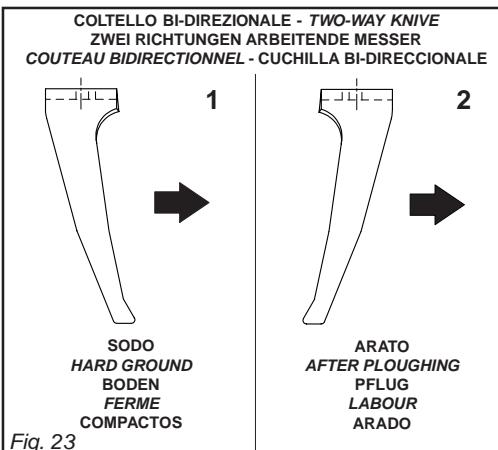

Fig. 23
**In rotazione normale** per ottimizzare la lavorazione sul sodo (1 Fig. 23).
**In senso inverso** per la lavorazione dopo l'aratura (2 Fig. 23).
*Turning normally for a good job on hard ground (1 Fig. 23).*
*Turning in reverse to work the soil after ploughing (2 Fig. 23).*
*Man kann daher in einer Richtung arbeitende Schnellkupplungsmesser montieren, die auf allen Geländetypen geeignet sind, auch auf festem Boden, oder in zwei Richtungen arbeitende Messer. Bei normaler Drehung zum Optimierung der Arbeit auf festem Boden (1 Abb. 23). Bei umgekehrter Drehung zum Arbeiten mit dem Pflug (2 Abb. 23).*
*Con rotación normal para optimizar el laboreo sobre terreno compacto (1 Fig. 23).*
*Con rotación inversa para el laboreo con arado (2 Fig. 23).*
*En rotation normale pour optimiser les travaux sur sol ferme (1 Fig. 23).*
*En sens inverse pour les travaux après le labour (2 Fig. 23).*